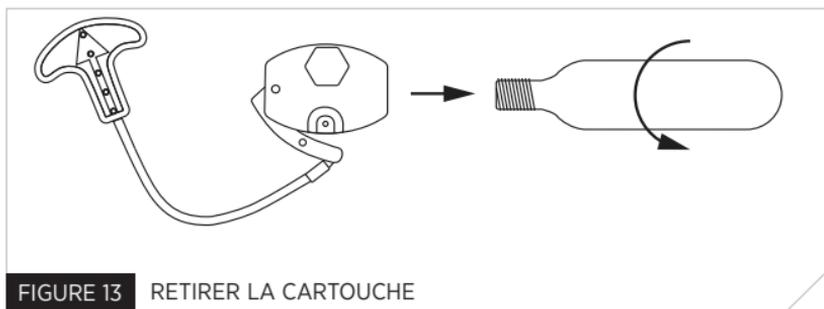

FIGURE 13 RETIRER LA CARTOUCHE
3. Pour retirer la cartouche de CO2, tournez-la dans le sens contraire des aiguilles d'une montre, puis tirez (voir figure 13). Jetez la cartouche utilisée.